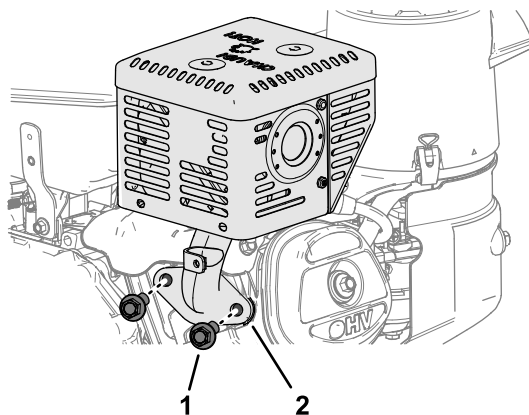

図 83
1. エンジンの排気出口フランジにマフラーを固定しているフランジヘッドボルト2本を外してマフラーを外す **図 83**。
- エンジンの排気出口フランジに、マフラーと新しいガスケットを合わせる 図 83。